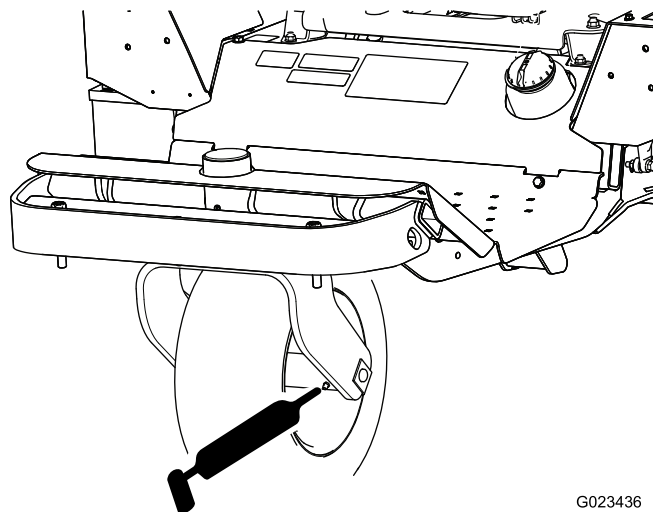

Bild 29
- Vorderradlager (1) – Bild 29